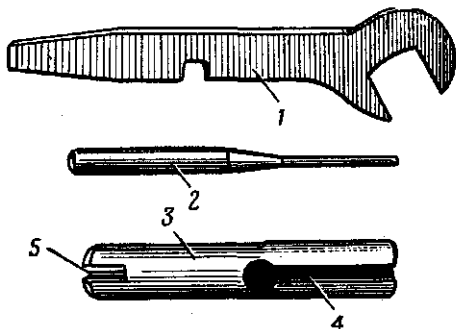

Рис. 32. Инструмент:
**Инструмент** (рис. 32) — ключ-отвертка, выколотка и приспособление для сборки и раз-